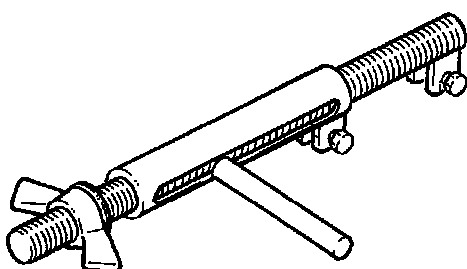

Abb. 180
- Um beim Austauschen des Seils ein Herausspringen der Seilspannfeder zu vermeiden, **MUSS** der spezielle „Federspanner“ verwendet werden (Abb. 180), der bei den Service- und Kundendienststellen der Firma DONATI SOLLEVAMENTI S.r.l. erhältlich ist.
10. Bauen Sie die Seilspannfeder **-19-** aus, indem Sie den speziellen Seilspanner **-T-** (Abb. 180) sowie eine Zange verwenden, um die Verschlussklammer **-20-** zu entfernen (Abb. 188).
9. Montieren Sie die Seilspannfeder **-19-** ab, indem Sie den speziellen Federspanner **-T-** (Abb. 180) und eine Zange verwenden, um die Verschlussklammer **-20-** zu entfernen (Abb. 188).